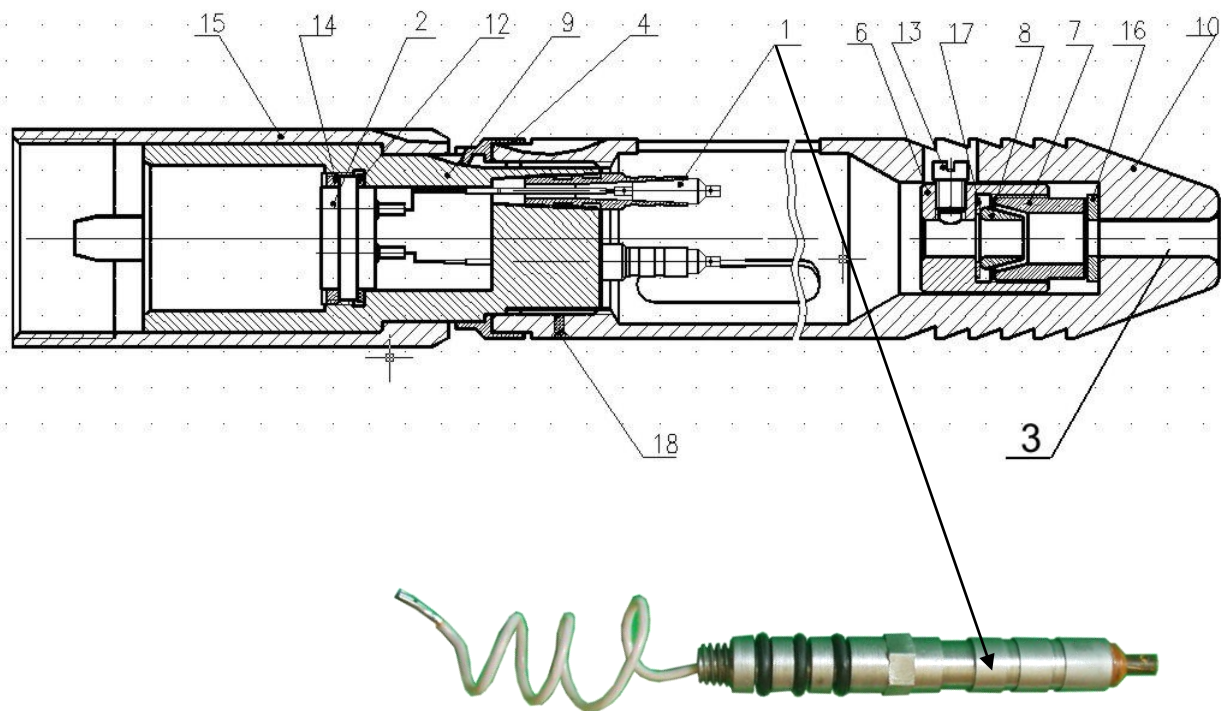

Рис. 1
5.1. Устройство наконечника кабельного представлено на рис. 1.
5.2. Цифрами на рис. 1 показаны: 1 – токоввод (**свеча резьбовая**); 2 – электроразъём штепсельный; 3 – канал для заделки кабеля; 4 – стопорное кольцо; 6 – вкладыш; 7 – втулка; 8 – конус; 9 – свечной мост; 10 – корпус наконечника; 12 – уплотнительное кольцо; 13 – винт-фиксатор; 14 – прижимная гайка; 15 – накидная гайка (**резьба по ГОСТ 14213**); 16 – шайба; 17 – шайба; 18 – стопорный винт.
6.4. Для заделки геофизического кабеля, присоединения его электрических жил к токовводам кабельного наконечника вывинчивают свечной мост 9 (см. рис. 1) из корпуса 10 и вынимают из корпуса наконечника 10 узел заделки брони кабеля, состоящий из втулки 7, конуса 8, вкладыша 6 и шайб 16 и 17,. Для этого необходимо вывинтить винт-фиксатор 13 и стопорный винт 18. После заделки и подключения кабеля все узлы вставить на место в корпус наконечника и зафиксировать фиксирующим 13 и стопорным 18 винтами. Для стопорения свечного моста 9 можно также использовать изготовленное из мягкого металла стопорное кольцо 4, для этого достаточно загнуть края стопорного кольца в специально изготовленные канавки на поверхности корпуса наконечника.